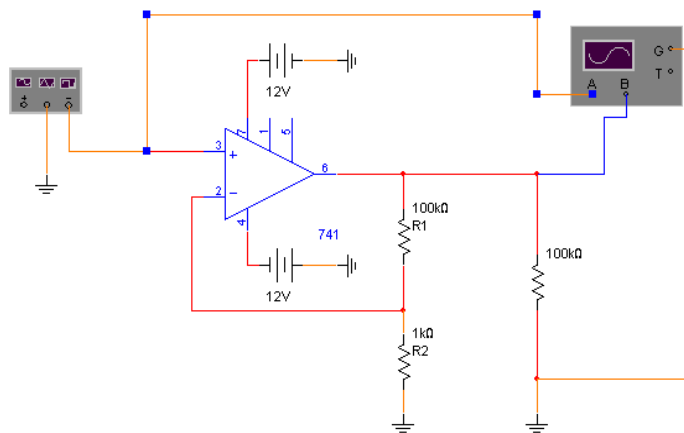

Рис. 13.4
Коэффициент усиления схемы неинвертирующего усилителя на ОУ (рис. 13.4) вычисляется по формуле
Откройте файл `s12_005` со схемой, изображенной на рис. 13.4. Рассчитайте коэффициент усиления напряжения  $K_U$  усилителя по заданным значениям параметров компонентов схемы. Включите схему. Измерьте амплитуды входного  $U_{ВХ}$  и выходного  $U_{ВЫХ}$  синусоидального напряжения. Измерьте также постоянную составляющую выходного напряжения  $U_{0ВЫХ}$  и разность фаз между входным и выходным напряжением. По результатам измерений вычислите коэффициент усиления по напряжению  $K_U$  усилителя. Результаты занесите в табл. 13.3.
В схеме, приведенной на рис. 13.4, уменьшите значение сопротивления  $R_1$  со 100 до 10 кОм, амплитуду синусоидального напряжения генератора увеличьте до 100 мВ. Установите масштаб напряжения на входе А осциллографа до 100 мВ/Div, а на канале В – 500 мВ/Div. Включите схему. Повторите все операции эксперимента 13.2 а) при новых параметрах компонентов. Результаты занесите в табл. 13.3.
10. Существенно ли различие в значениях измеренной и вычисленной постоянной составляющей выходного напряжения схемы на рис. 13.4?